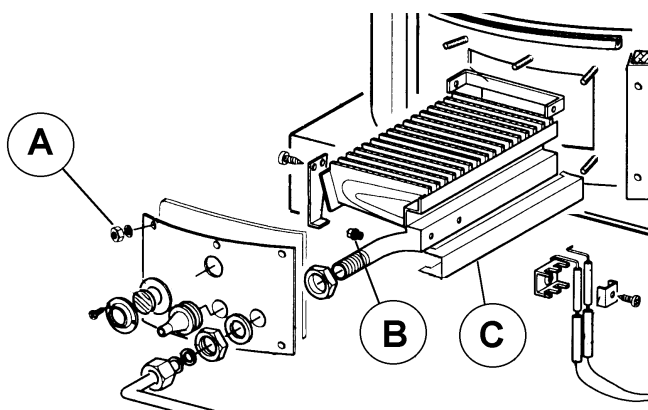

fig. 2.6/4
6. Escludere il regolatore di pressione della valvola a gas, avvitando a fondo la vite RP della fig. 2.6/2
7. Mettere in funzione il generatore e verificare che la pressione al bruciatore sia circa 28 mbar (utilizzare la presa di pressione B della fig. 2.6/2).